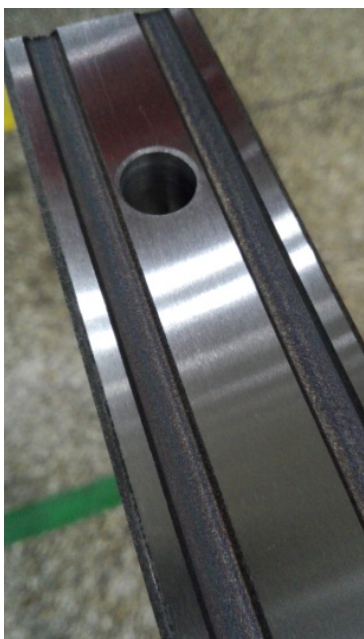

图 7
(1) 磨削效率：改造前粗磨0.02 mm，半精磨0.01mm；改造后粗磨0.02mm，半精磨时为0.01mm，即磨削效率保持不变。
(2) 磨削质量：在磨削表面质量方面，能够达到 $R_a=0.4\sim0.8\mu m$ ，如图7所示，能够满足生产工艺需要，与原有动静压主轴磨削效果基本相同。
(3) 磨削精度：磨削精度能够保持与改造前相当，6m平面磨削平行度为0.02mm。
(4) 能量消耗：从能量损耗上看，原有动静压轴承需要一套全封闭的液压系统，从油料、油泵电动机到回油泵电动机，都要消耗能量；而改造后的滚动轴承